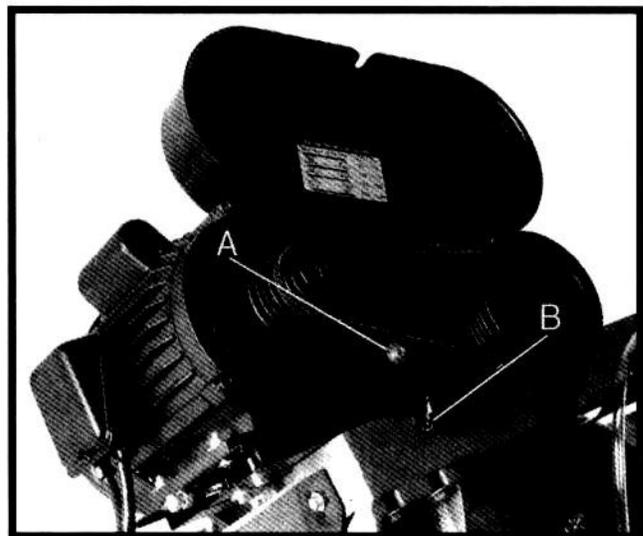

Fig. 2
5. Deslice la tapa de la correa sobre los ensambles de la polea y apriete los tornillos y arandelas (A, Fig. 2).
6. Cierre la tapa de la correa y asegúrela con la perilla de seguridad (B).